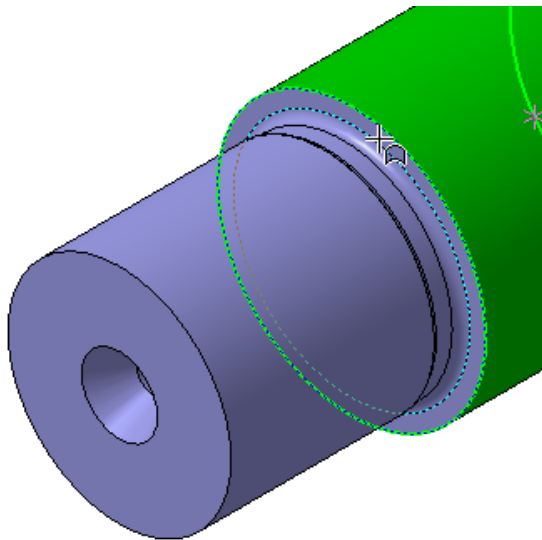

Рисунок 25
- Укажите плоскую грань — от этой плоскости будет определено положение паза (рис. 25).